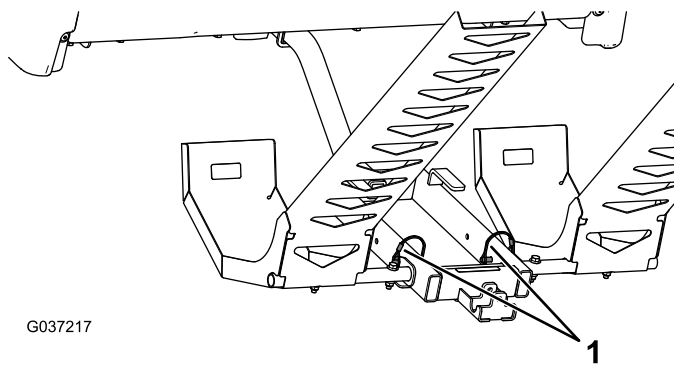

Figura 10
**Importante:** Se utilizar a montagem do pulverizador no modo de transporte *sem o pulverizador instalado*, prenda a montagem da rampa do pulverizador utilizando os dois pinos de encaixe como se mostra na Figura 10.